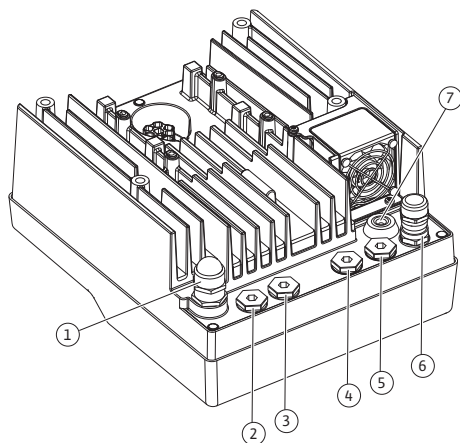

Fig. 19: Dławik przewodu/przepusty kablowe
4. Kabel zasilający należy przeprowadzić przez dławik przewodu M25 (Fig. 19, poz. 1). Dławiki przewodu dokręcić wyznaczonym momentem obrotowym.